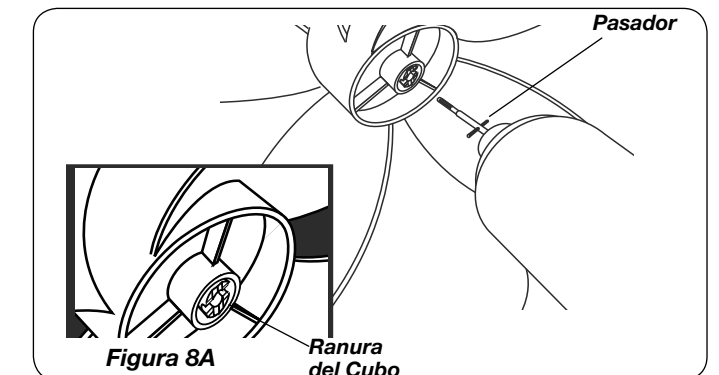

Figura 8A
3. Asiente la **Parrilla Trasera** y sujetela con la **Tuerca de Plástico** hacia la Derecha. Deslice la **Helice** en el Eje del **Motor**. (**Figura 8**) Alinear la **Ranura Del Cubo** de la tapa con el **Pasador** del eje del motor. (**Figura 8A**)